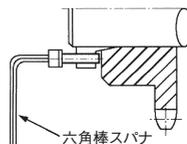

図4 取り外し
- 2) 抜き取ったボルトを取り外し用ねじ穴にに入れて締めこんでいくと、ロック状態が解除されスプロケットが外れます。(図4参照)